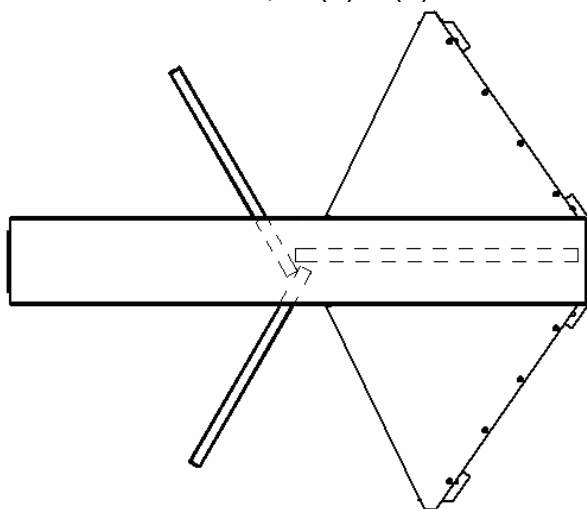

Рисунок 11 Исходное положение створок турникета (вид сверху) для бесшлюзовых режимов работы
2. Придерживая полумуфты, отверните болты муфтового соединения (16) и снимите полумуфты;
- Для обеспечения возможности работы турникета в **бесшлюзовых** режимах перекройте зону прохода **одной** створкой, расположив ее вдоль оси симметрии монтажных отверстий в направлении к стыку секций (6) и (7) формователя прохода (см. рис. 11).